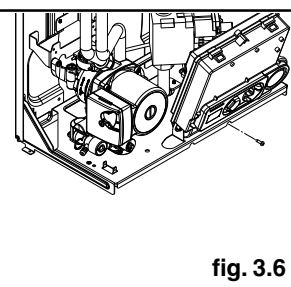

fig. 3.6
- svitare la vite di fissaggio (B) del cruscotto (fig. 3.6)